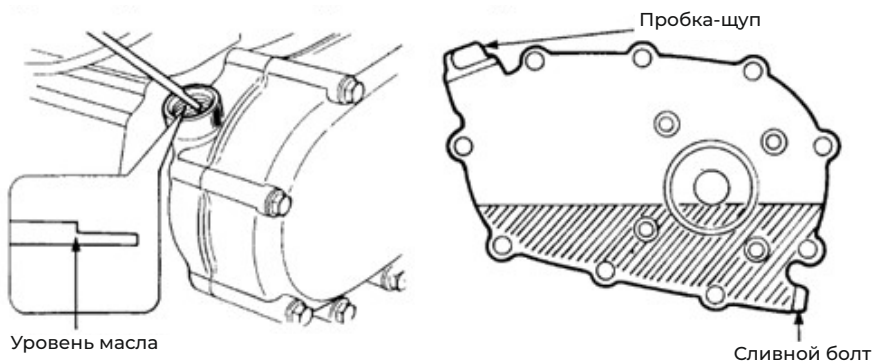

Рис. 9
5.3 Замена масла в двигателе (рис. 9)